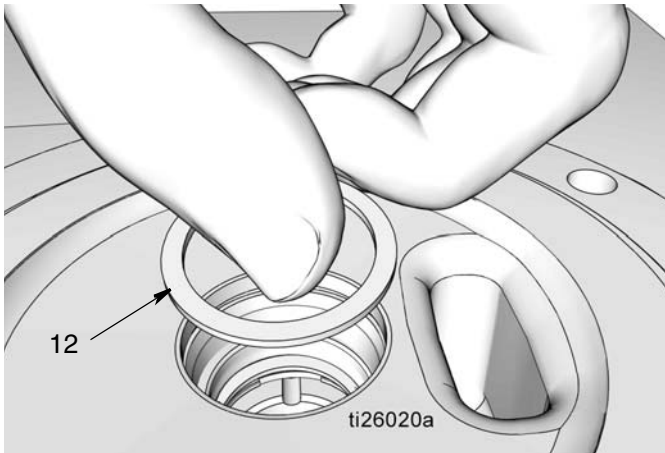

FIG. 38
- g. Install spacer (12) (FIG. 38).